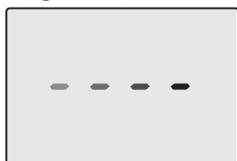
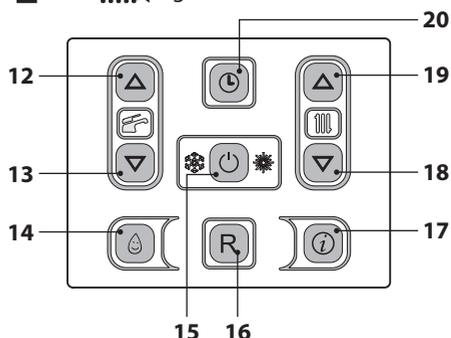

Figura 6.5
Figura 6.6
- Alimentare elettricamente la caldaia azionando l'interruttore bipolare previsto in installazione Il display LCD visualizza il simbolo - - - - (Figura 6.5).
- Tenere premuto per 2 secondi il tasto 15 fino a far apparire sul display entrambe i simboli  e  Figura 6.6.
- Spegner la caldaia tenendo premuto per 2 secondi il tasto 15 (Figura 6.6) fino a far apparire sul display LCD il simbolo - - - - (Figura 6.5).